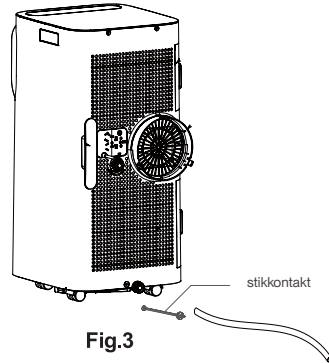

Fig.3
- Hvis vannsprutmotoren er skadet, kan kontinuerlig drenering brukes. For å koble dreneringsslangen til bunn dreneringshullet (Fig.3), kan enheten også fungere bra.